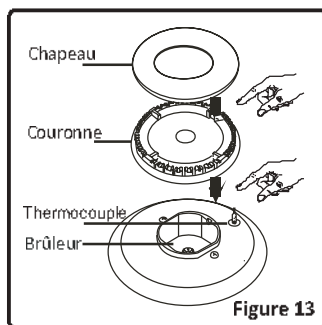

Figure 13
Après l'allumage, procédez à une vérification visuelle des flammes. Si vous voyez une pointe jaune, des flammes suspendues ou instables, fermez le robinet à gaz, et vérifiez si les chapeaux et les couronnes sont bien positionnés (fig.13). Attention, ces éléments sont très chauds, attendez qu'ils refroidissent pour éviter de vous brûler. Veillez à ce qu'aucun liquide ne s'écoule à l'intérieur des brûleurs. Si des flammes s'échappent accidentellement du brûleur, fermez les robinets, aérez la cuisine avec de l'air frais, et attendez minimum 90 secondes avant de rallumer.
- Enlevez les grilles émaillées, les chapeaux des brûleurs et les couronnes (Figure 13).